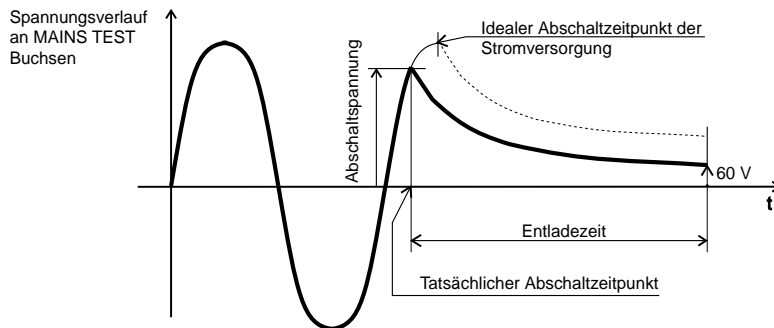

Abb. 20 - Spannungsverlauf an den MAINS TEST Eingängen
- Während der Messung wird die aktuelle Spannung angezeigt, nach der Messung erscheint die Abschaltspannung (siehe Abb. 20) in der Anzeige.
- Während der Messung wird die aktuelle Spannung angezeigt, nach der Messung erscheint die Abschaltspannung in der Anzeige (siehe Abb. 20).